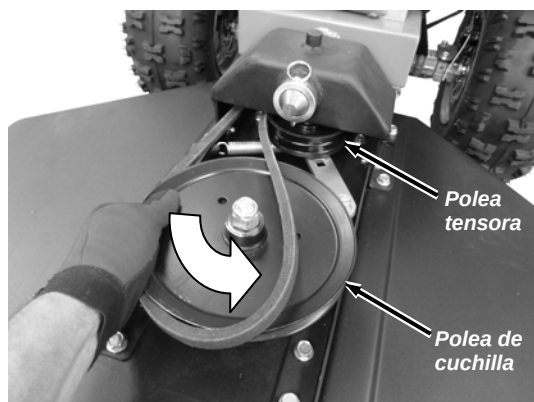

Figura 7
6. Introduzca la correa en la ranura de la polea de la plataforma y gire la polea mientras guía la correa alrededor y dentro de la ranura de la polea. (**Figura 7**).